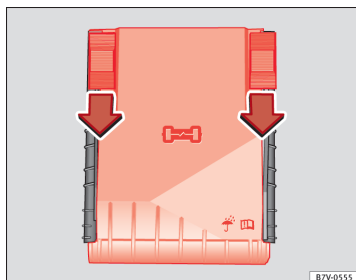

Fig. 202 I motorrummet: afdækning på sikringsboks
- Skub låseknapperne fremad i pilens retning for at frigøre afdækningen til sikringsboksen ⇒ Fig. 202.